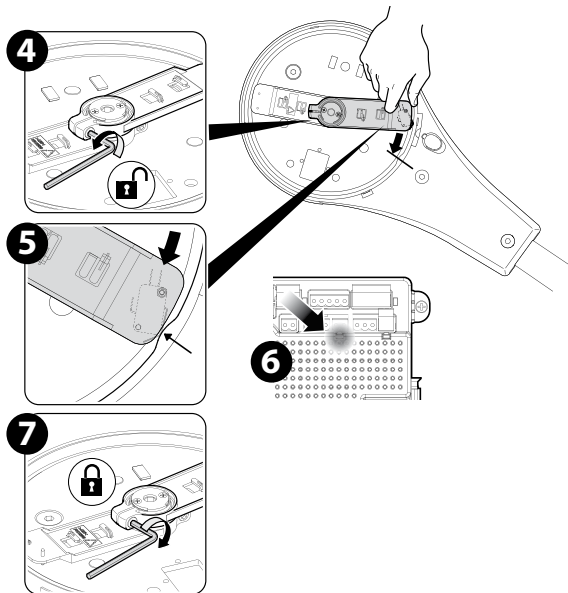

Figure 12
5. Maintenir enfoncée la touche OUVERTURE à l'avant du tableau de contrôle jusqu'à mener le portail en position d'ouverture complète ou jusqu'à la position choisie par l'installateur pour être configurée comme OUVERTURE COMPLÈTE (voir Fig. 12 étapes 1-2-3). Si le portail se déplace dans la mauvaise direction, se reporter au par. 16.0 pour inverser sa direction.
6. Une fois le portail dans la position prévue comme OUVERTURE COMPLÈTE, l'interrupteur fin de course D'OUVERTURE doit être réglé pour informer le circuit que le portail est en position correcte et entraîner son ARRÊT à cette hauteur. Au moyen d'une clé ALLEN, desserrer la vis maintenant le bras de l'interrupteur fin de course D'OUVERTURE et le régler jusqu'à l'allumage du voyant VERT à l'avant du tableau de contrôle (Fig. 12 étapes 4-5-6). Serrer ensuite la vis pour maintenir l'interrupteur fin de course en place (Fig. 12 étape 7).